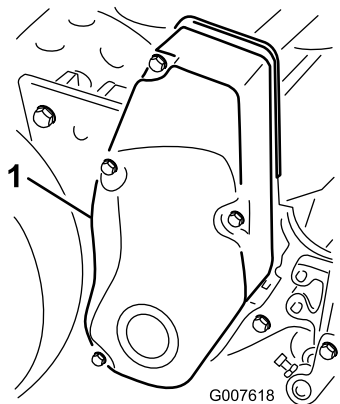

図 28
1. ベルト・カバー取り付けネジを外してカバーを取り、ベルトを露出させる（図 28）。